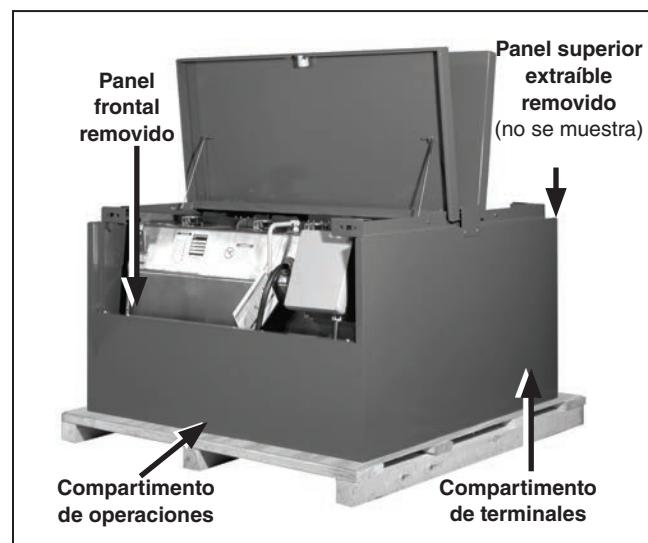

Figura 9. Remueva el panel frontal y el panel frontal superior. (Se muestra el modelo manual con fines ilustrativos).
**PASO 4.** Remueva el panel removible del compartimento de las operaciones y el panel removible superior del compartimento de los terminales aflojando los sujetadores que aseguran los paneles en su lugar y levantando los paneles hacia arriba. Ajuste los paneles a un lado en un lugar seguro y limpio. Ver Figura 9.